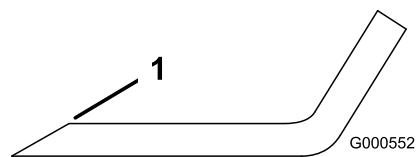

Figura 73
1. Utilice una lima para afilar el filo de corte en ambos extremos de la cuchilla (Figura 73).
Nota: Si la cuchilla no está equilibrada, rebaje algo el metal en la parte de la vela solamente (Figura 73).